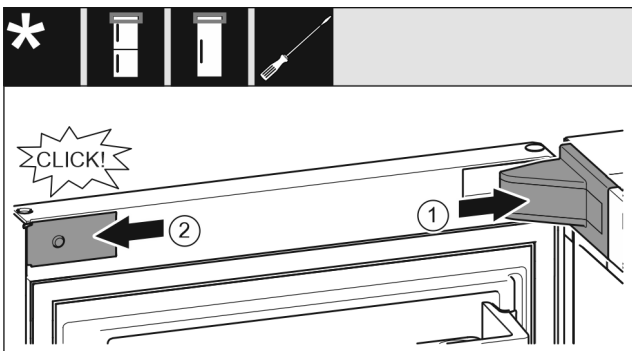

Fig. 20
- ▶ Namestite pokrov in ga zataknite, po potrebi ga previdno potisnite narazen. Fig. 20 (1)
- ▶ Ob strani namestite zaslonko in jo zataknite. Fig. 20 (2)